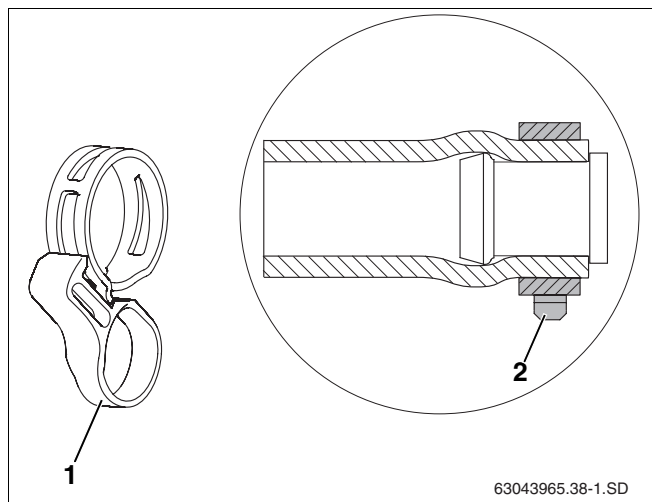

Fig. 39 Braçadeira de mola com anel de fixação e no estado montado no bujão cego pré-montado.
- A posição correcta da abraçadeira de mola (fig. 39, **item 2**) deve ser impreterivelmente assegurada antes de retirar o anel de fixação (fig. 39, **item 1**). Soltar posteriormente o anel de fixação com um alicate pode danificar a força de tensão.